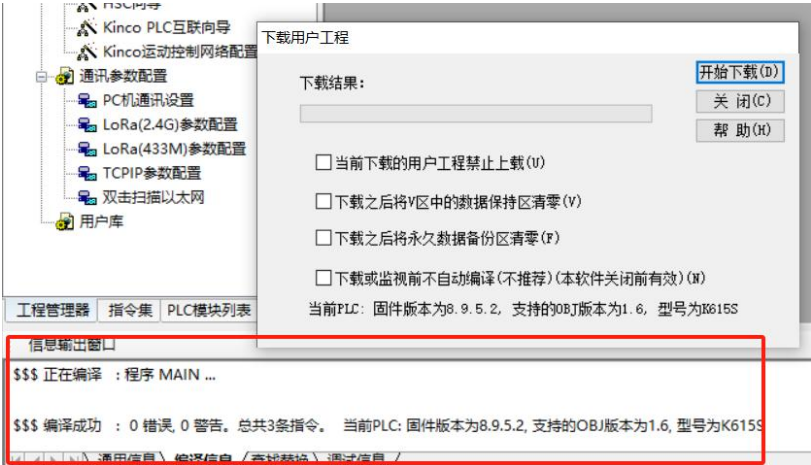

图 4.6-14 打开窗口时会自动编译
- 程序下载操作流程：在完成了 PC 与 PLC 的通讯连接后，通过菜单栏上的[PLC] → [下载...]或通过快捷键 [F8] 打开下载窗口，触发的同时软件会自动编译当前的工程，相关信息会展示在[信息输出窗口中]，如下图 4.6-14 所示。若编译通过，点击[开始下载(D)]，则可开始下载进程，成功下载完成后会在[信息输出窗口中]有提示，并显示当前设备的软件版本和型号等信息。